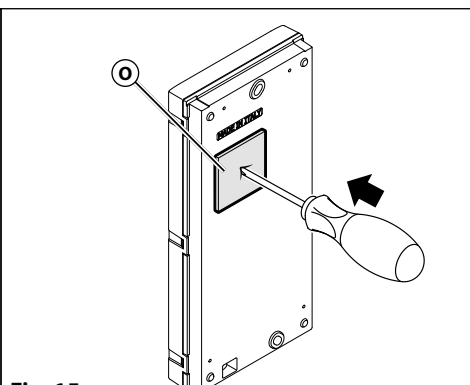
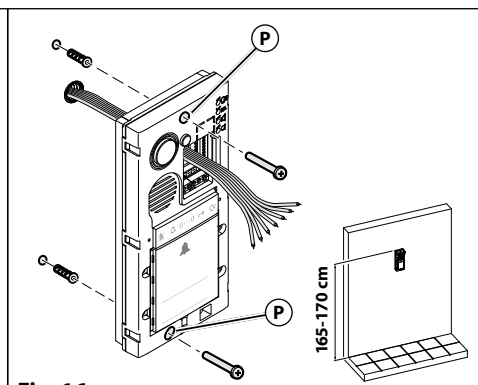

Fig. 15
Fig. 16
2. Con un cacciavite praticare un foro al centro della guarnizione (O) del foro passaggio cavi posizionata sul lato posteriore (Fig. 15).
3. Passare i cavi attraverso il foro (O) e segnare i fori di fissaggio (P), praticare i fori e fissare il dispositivo con i tasselli in dotazione
**La distanza tra la parte superiore del dispositivo e il pavimento deve essere di circa 165-170 cm. (Fig. 16).**